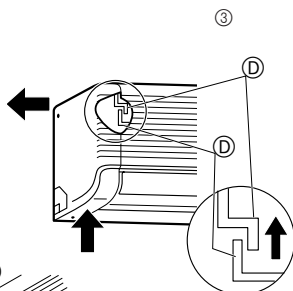

Fig. 3-9
* Structuur van het zijpaneel en het apparaat (Fig. 3-9)